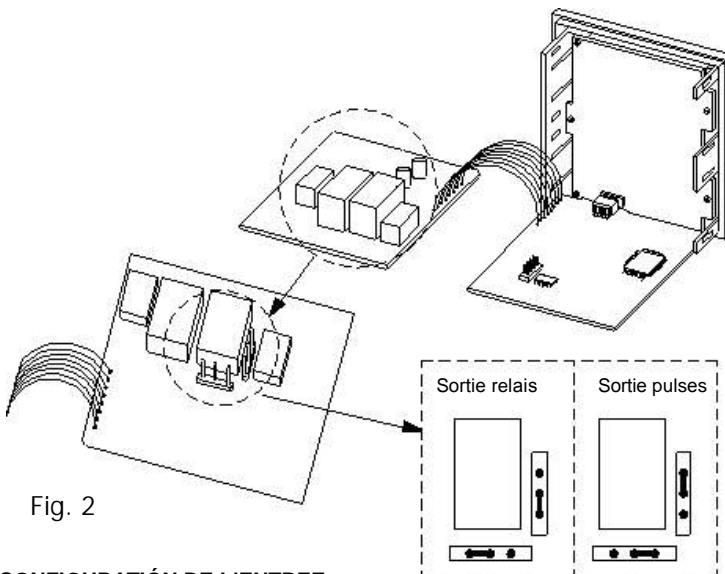

Fig. 2
- Ouvrir l'instrument en séparant le circuit d'alimentation (à droite, appareil vue de face) du circuit frontal. Réaliser les changements de ponts selon indication de la figure 2.